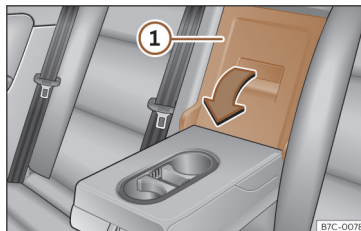

Fig. 172 No encosto do banco traseiro: abertura da tampa.
- Puxe a alavanca de desbloqueio no sentido da seta e rebata completamente a tampa >>> **Fig. 172** ① para a frente.